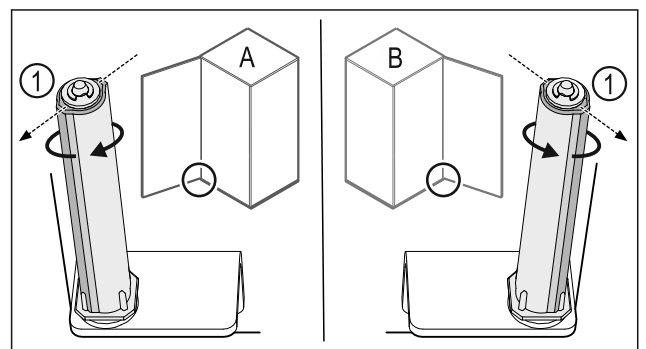

Fig. 29 Links scharnierend (A) / rechts scharnierend (B)
- ▶ Sluitsysteem tegen de weerstand in draaien tot het schot van het sluitsysteem Fig. 29 (1) naar buiten wijst.